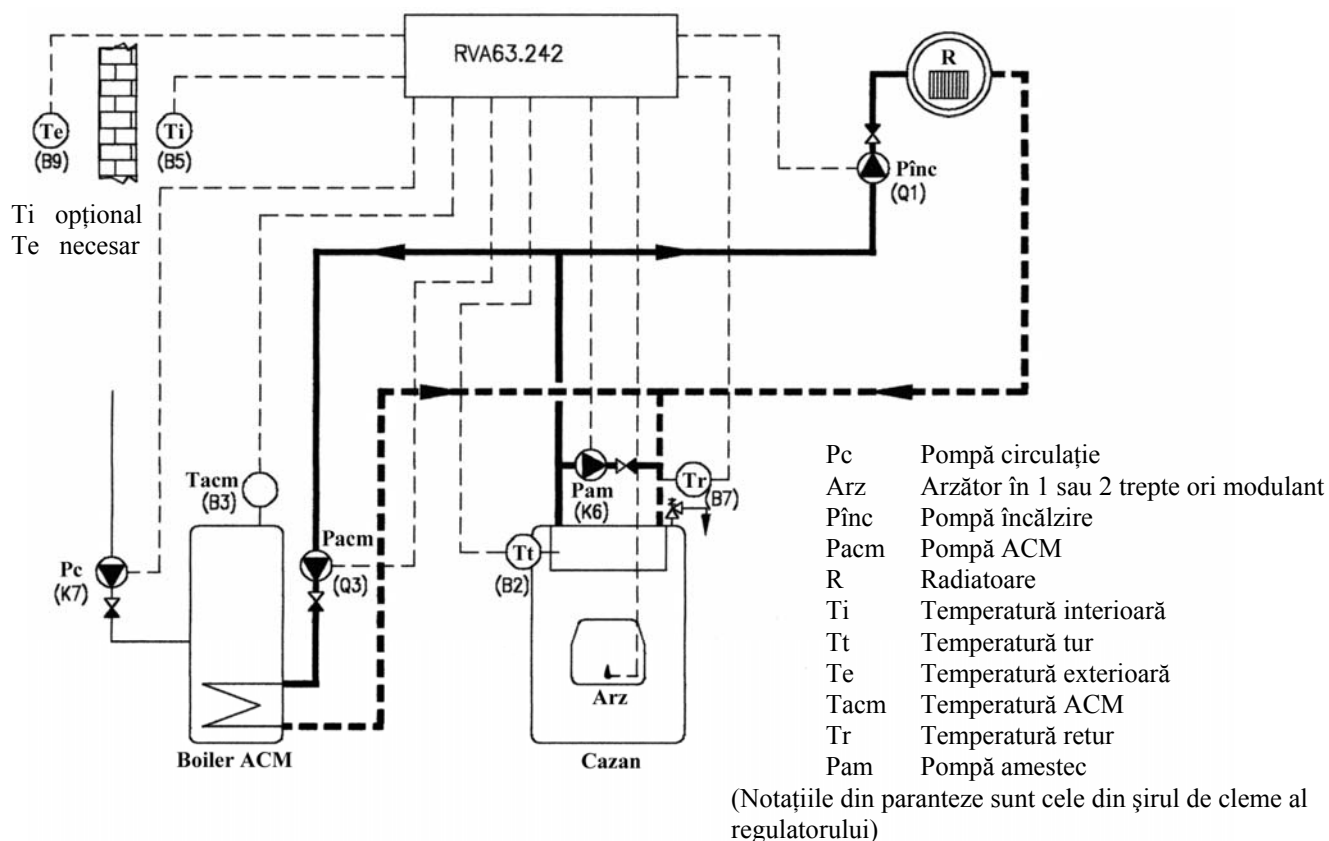

Fig. 3.6.
3.6. Un cazan, un circuit de încălzire, circuit amestec cu pompă și ACM (Fig. 3.6.) GAE-REG-2